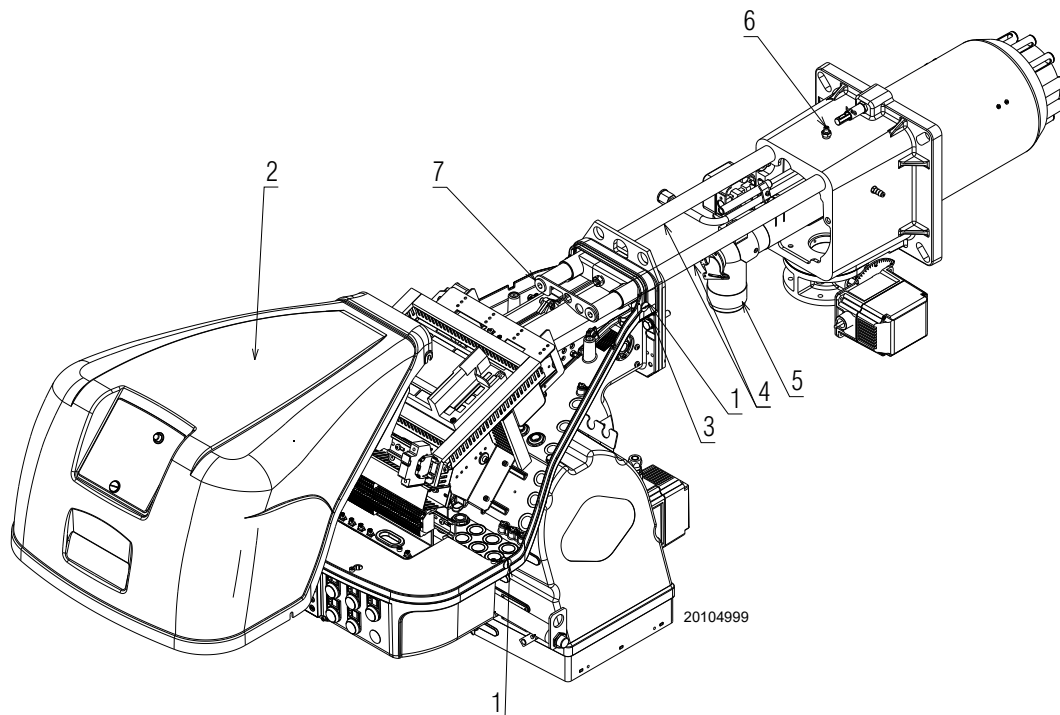

Abb. 35
Sicherstellen, dass die Gasaustritte für die Zündphase, die im Verteiler des Flammkopfs vorhanden sind, keine Verunreinigungen oder Rostablagerungen aufweisen. Im Zweifelsfall das Bogenstück (Abb. 35 auf Seite 37) ausbauen.
- Die 4 Schrauben 1)(Abb. 35) lockern, dann die Verkleidung 2) abnehmen.
- die Schrauben 3)(Abb. 35) wieder einfügen und die Fühler- und Elektrodenkabel dann vorsichtig nach außen ziehen, bis sie leicht gespannt sind;